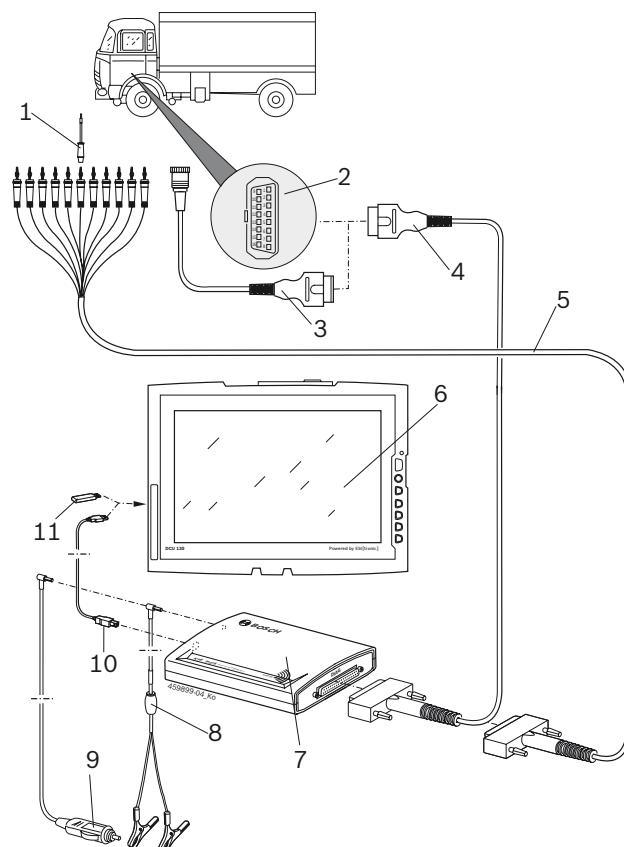

Abb. 3: Aansluitschema KTS Truck
- OBD-diagnosekabel (afb. 3, pos. 4)
- OBD-diagnosekabel en aanvullend via een voertuigspecifieke adapterkabel (afb. 3, pos. 3) (speciaal toebehoren)
- Universele adapterkabel (afb. 3, pos. 5).